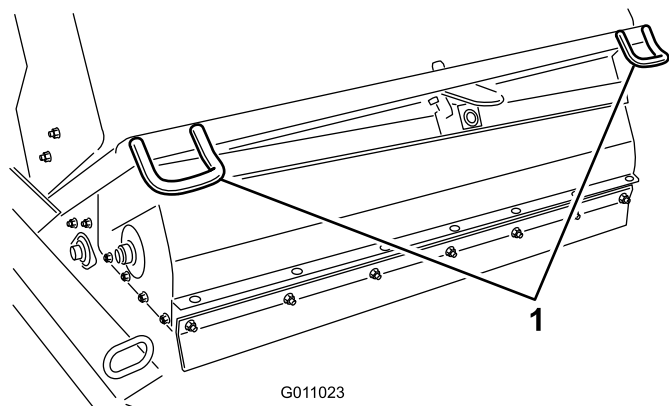
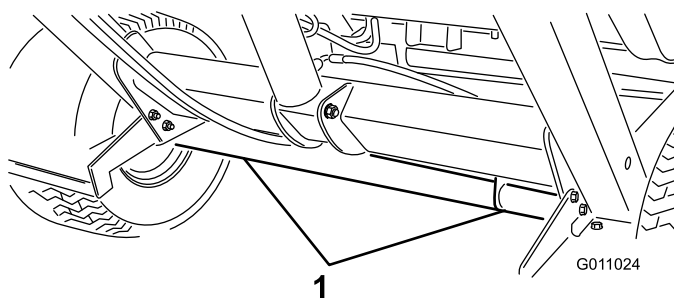

Figura 31
Figura 32
- Quando transportar a máquina, utilize braçadeiras para prender a parte da frente da máquina (Figura 31) e o eixo (Figura 32) para prender a parte de trás da máquina ao reboque.